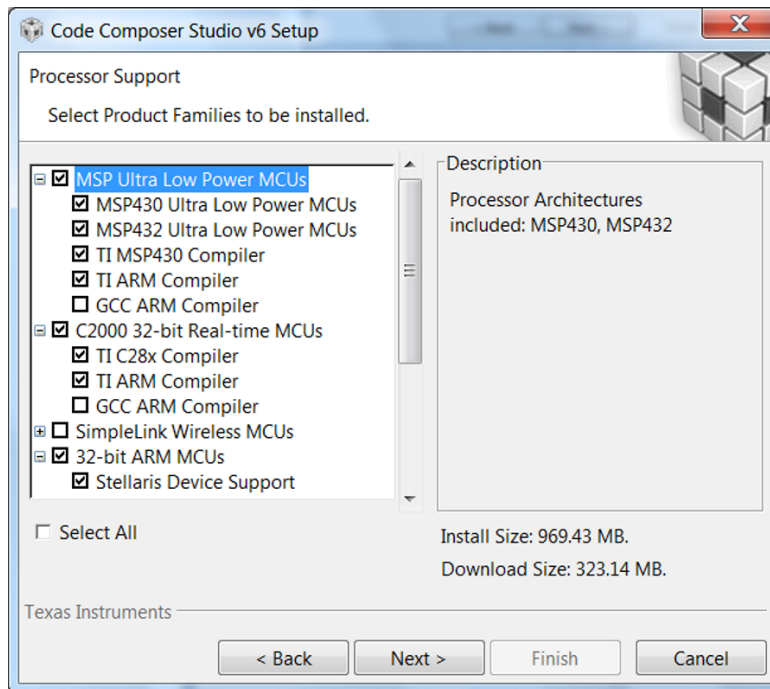

図 11. CCSでサポートされるプロセッサ
- Step 4. インストールするプロセッサ・アーキテクチャを選択します(図 11を参照)。